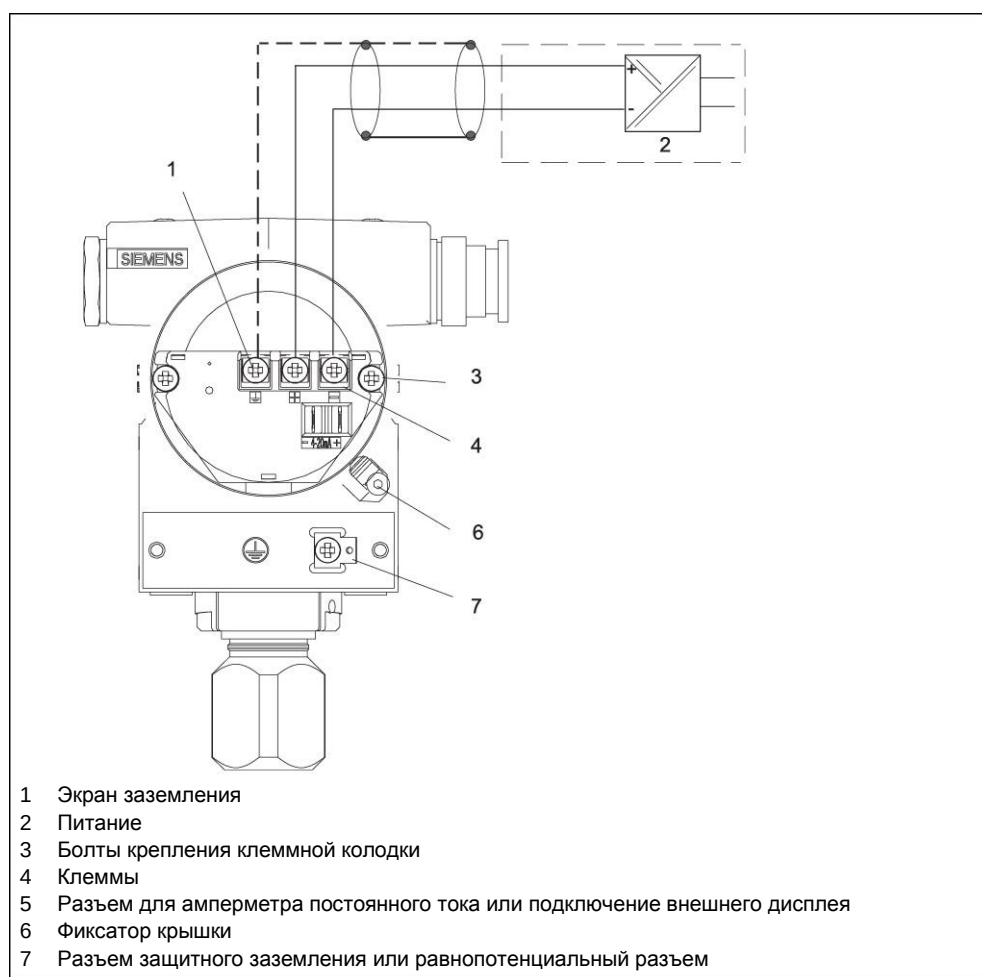

Рис. 30. Схема электрического подключения
3. Подключите контакты к клеммам «+» и «-» (рис. 30). Несмотря на отметки полярность не имеет значения.